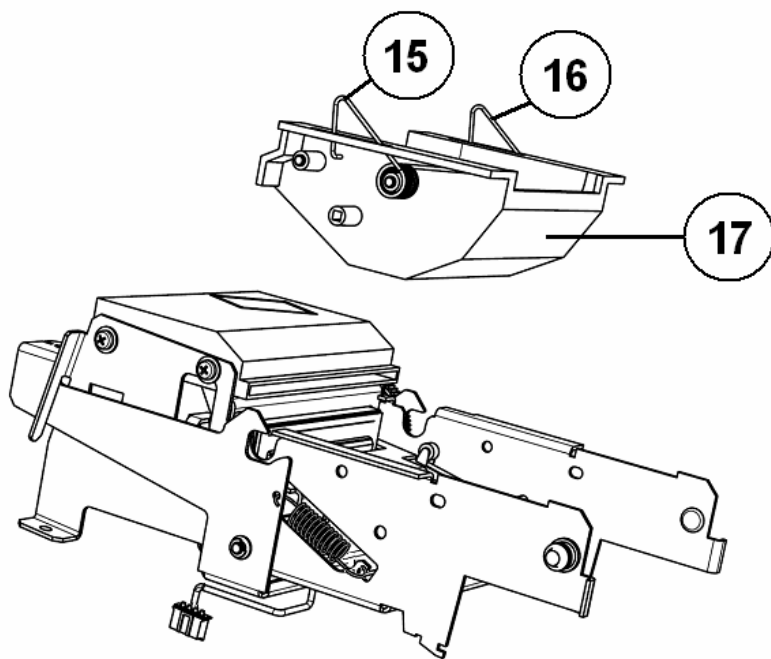

Рисунок 16. – Контейнер рулона снят
- ◆ Снимите контейнер рулона (см. рис. 16).